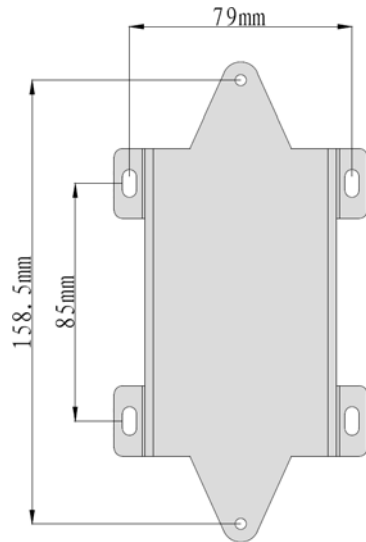

Figura 4: Soporte
3. Fije el soporte de montaje a la pared con cuatro tornillos ST4x30. Consulte la figura 4.